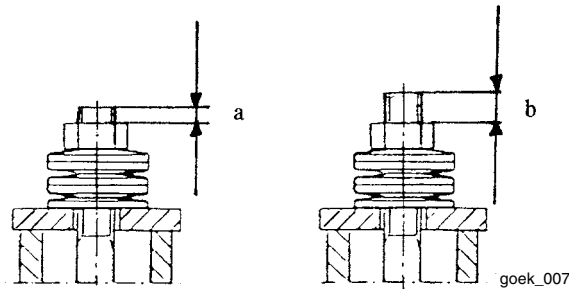

图27. 拉杆紧固
B. 锥形弹簧垫按照图24c，安装按照图27。
2. 将螺母松到10Nm，测量从螺母顶部到螺杆顶部的长度(a)，如图27所示。